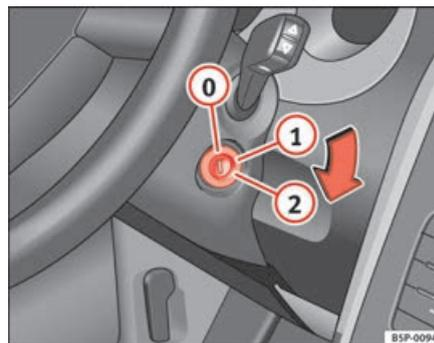

Fig. 137 Positions de la clé de contact
Dans cette position ⇒ fig. 137 l'allumage et le moteur sont déconnectés, ce qui peut bloquer la direction.
- Amenez la clé de contact en position ⇒ page 173, fig. 137 ①. Le témoin  s'allumera en cas de préchauffage du moteur.
- Lorsque le témoin s'éteint, tournez la clé en position ② pour lancer le moteur sans appuyer sur l'accélérateur. ▶
- Amenez la clé de contact en position ⇒ page 173, fig. 137  ▶